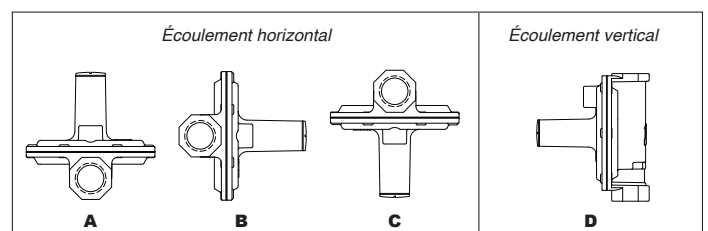

Figure 1: position de montage
- En cas d'installation en extérieur, il est recommandé d'utiliser un dispositif Protecteur de Purge Maxitrol\*\* certifié et l'installation doit être en position debout horizontale (montage position A, voir Figure 1). Faites attention aux zones inondables et la profondeur de la neige en choisissant un lieu d'installation. Voir les codes et réglementations locaux.